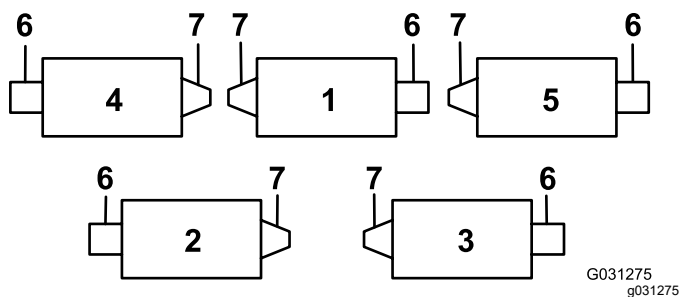
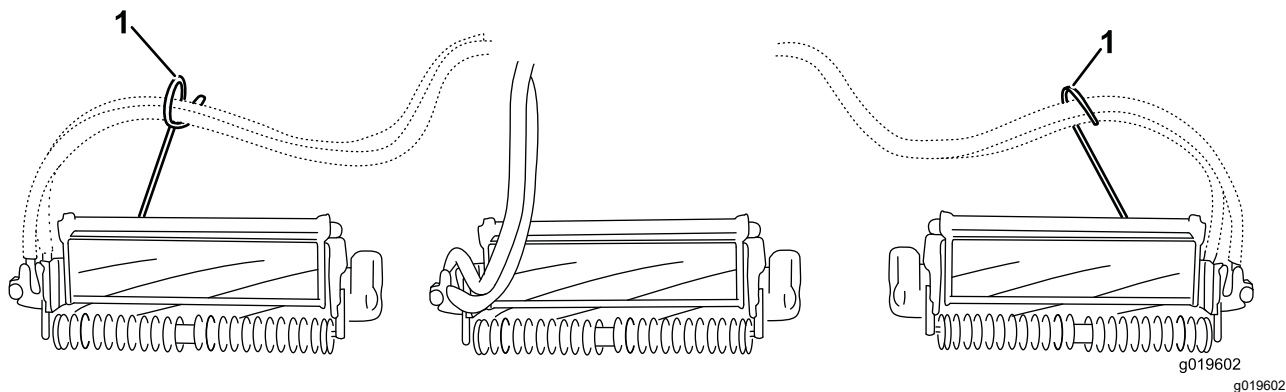
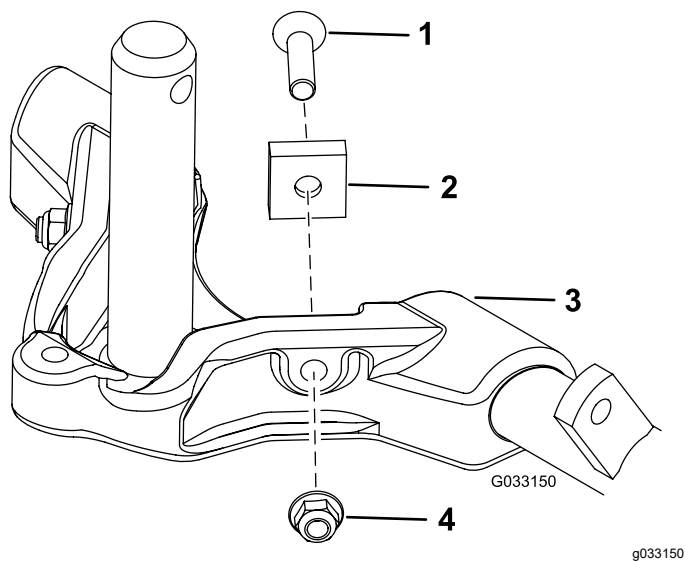

**Рисунок 12**
Рисунок 14
Рисунок 15
**Внимание:** На режущих блоках № 4 (левом переднем) и № 5 (правом переднем) прикрепите направляющие шлангов к передней части выступов режущих блоков с помощью крепежных гаек кронштейна штока. Направляющие шлангов должны быть наклонены в сторону центрального режущего блока (Рисунок 12 – Рисунок 14).
7. Чтобы повысить управляемость задних режущих блоков, снимите 2 проставки оси поворота, винты с внутренним шестигранником и фланцевые контргайки (Рисунок 15) с несущих рам задних режущих блоков (режущие блоки 2 и 3); см. Рисунок 12.